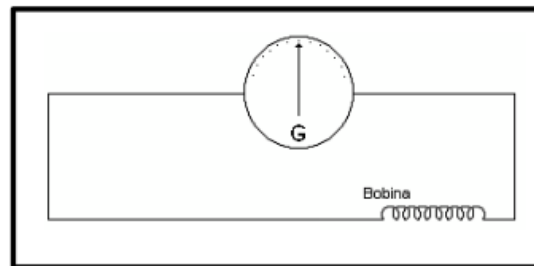

Figura 4. Montaje para generar una fem.
1. Conectar los terminales de la bobina a los terminales del galvanómetro como se observa en la **figura 4**.